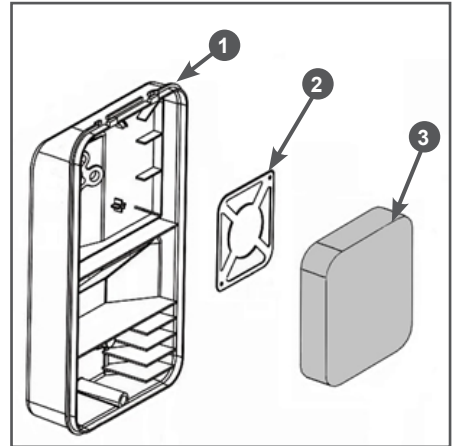

Рис. 15 Обслуживание воздушного фильтра
2. Извлеките из корпуса 1 фильтрующий элемент 3 и сепаратор 2 (Рис. 15).